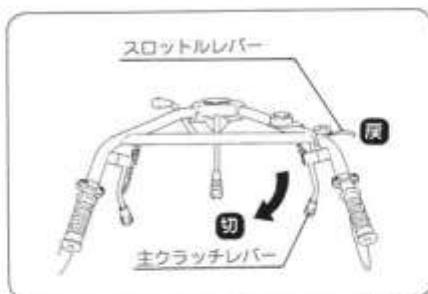

図9
① スロットルレバーをもどし、エンジン回転を下げます。(図9)
② 主クラッチレバーを「切」位置にします。(図9)